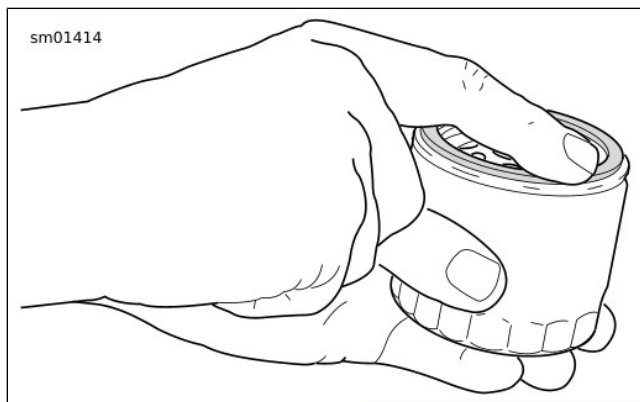

Figure 46. Lubrification du nouveau joint du filtre à huile
7. Voir Figure 46. Poser un filtre à huile **neuf**.